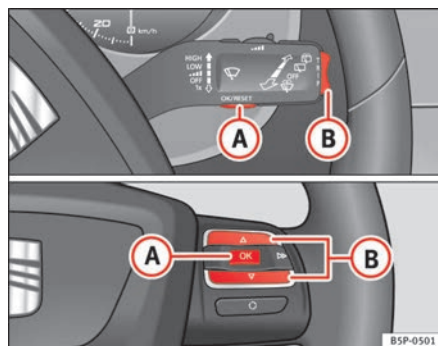

Fig. 39 Teclas basculantes A y B. Mandos en volante.
Si hay que realizar algún servicio próximamente, aparece en el cuentakilómetros un **preaviso de servicio**. Aparece el símbolo de una “llave fija” y la indicación “km” con los kilómetros que aún puede recorrer hasta la fecha del próximo servicio. Aproximadamente transcurridos 10 segundos cambia esta indicación. Aparece el símbolo de un “reloj” y el número de días que faltan hasta la fecha del próximo servicio. En la pantalla* del cuadro de instrumentos aparece el siguiente mensaje: **SERV. EN... KM O... DÍAS**. Transcurridos 20 segundos después de haber conectado el encendido o de tener el motor en marcha, se apaga el mensaje de servicio. También se puede volver a la pantalla normal pulsando el botón de puesta a cero del cuentakilómetros parcial o pulsando la tecla basculante del MFA ⇒ página 62, fig. 39 ⑧.
- Con el encendido conectado, pulse brevemente la tecla $\Rightarrow$ fig. 39 **A** de la palanca del limpiacristales para cambiar de una memoria a otra o pulse la tecla **A** de los mandos al volante $\Rightarrow$ fig. 39.